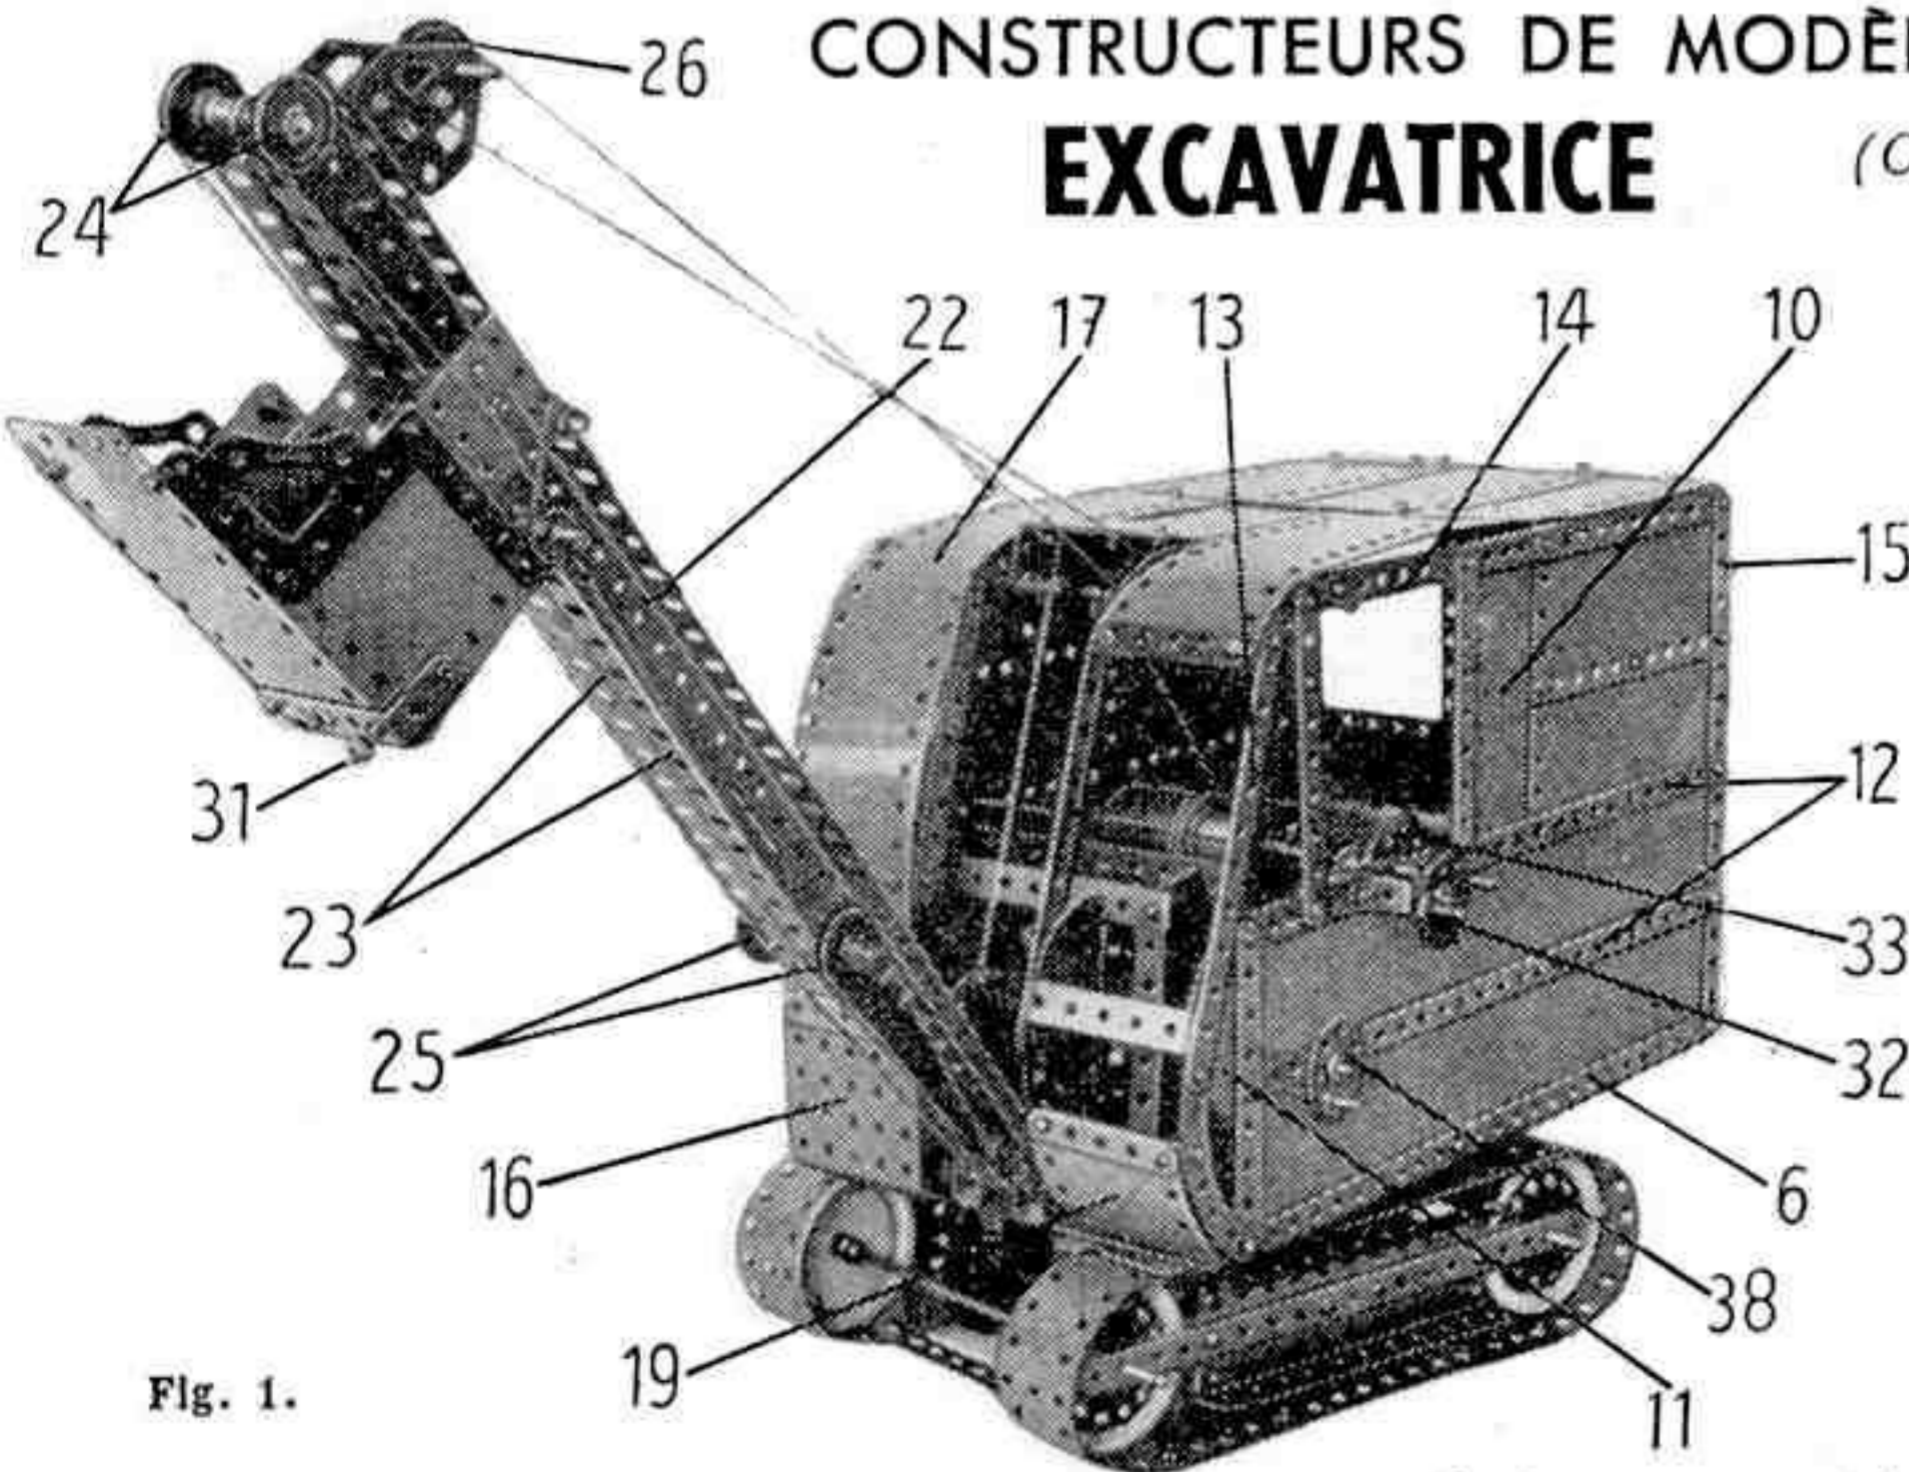

Fig. 1.
Le côté de la cabine qui apparaît sur la figure 1 est constitué par deux plaques-bandes de 25 trous, deux plaques flexibles de  $14 \times 6$  cm., une moitié de plaque à charnières (10), et une plaque semi-circulaire (11).